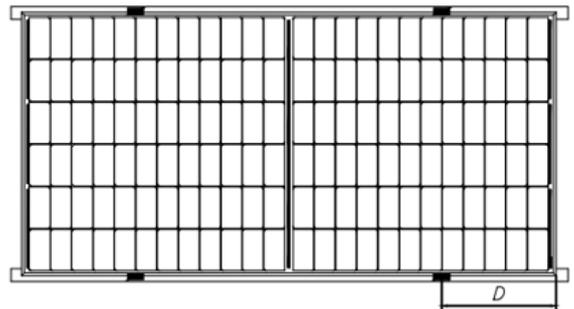
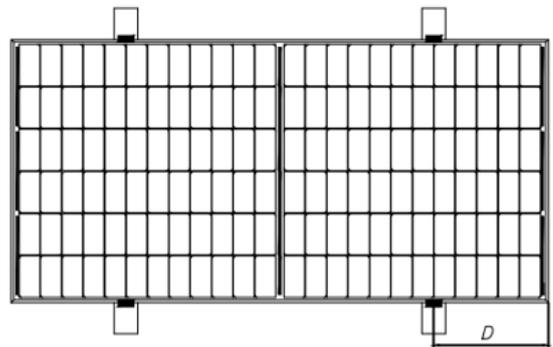
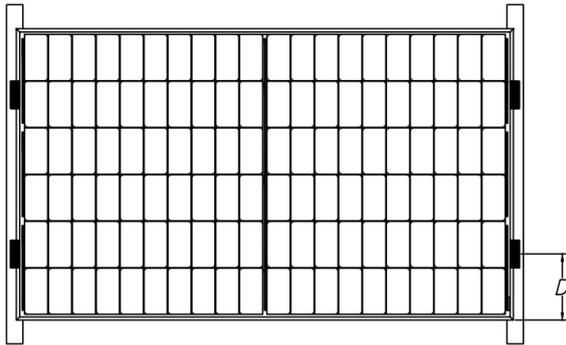
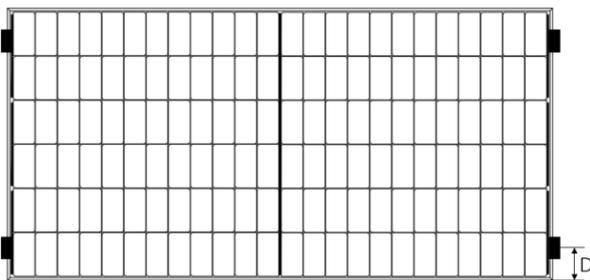

图 3 导轨重合长边框安装
图 4 导轨垂直长边框安装
图5 导轨重合短边框安装
图6 短边四点安装
光伏组件安装时，每个光伏组件必须使用至少 4 个压块进行固定，如图 3、图 4、图 5、图 6。
- ⑩ 对于图 3 所示的安装方式，组件 C 面与导轨的重叠部分应 $\geq 25\text{mm}$ 。如果使用不合适的夹具或不正确的安装方式，正泰新能有限质保将会无效。